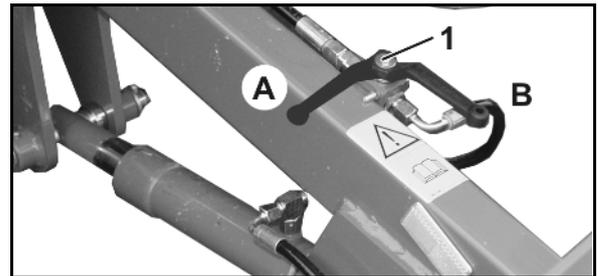

Fig. 92
2. Absperrhahn Striegelhöhe (Fig. 92/1) öffnen (B).